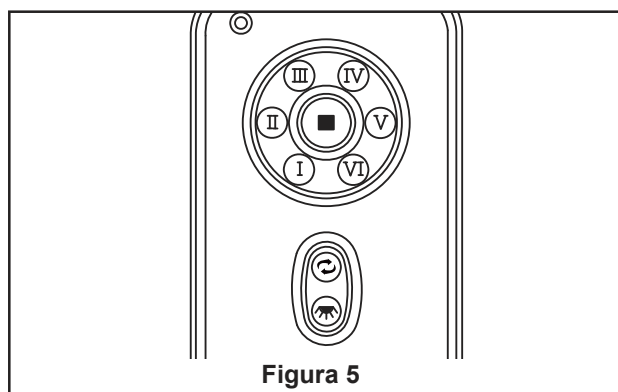

Figura 5
5. Asegure el vidrio en la ensamble de kit de luz girándolo en el sentido de las agujas del reloj y sin apretar demasiado. (Figura 5)
7. Funciones del mando a distancia: (Figura 5)